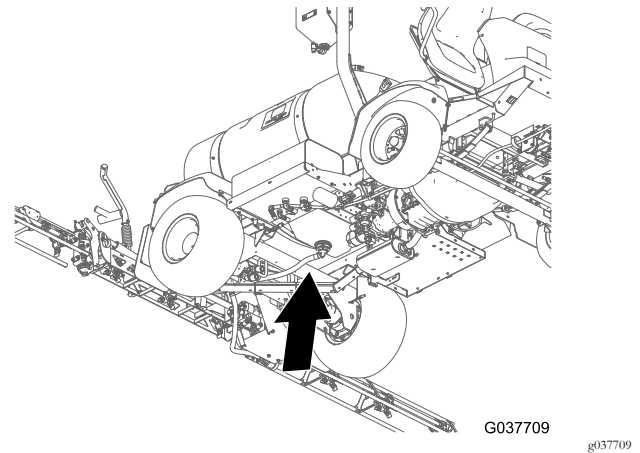
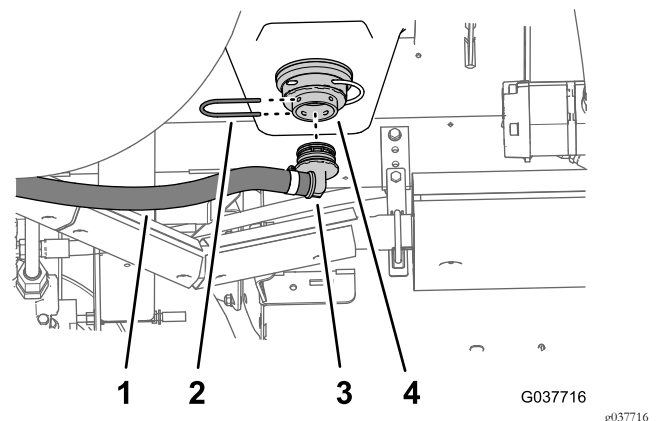

Figure 75
Figure 76
4. Assemblez le raccord à 90° du flexible de vidange (2,5 x 67 cm) et le raccord adaptateur au bas de la cuve du pulvérisateur (Figure 75 et Figure 76).
- Fixez le raccord à 90° du flexible au raccord adaptateur à l'aide de l'étrier (Figure 76) que vous avez retiré à l'opération 1 de Débranchement des flexibles de dérivation et de vidange (page 15).